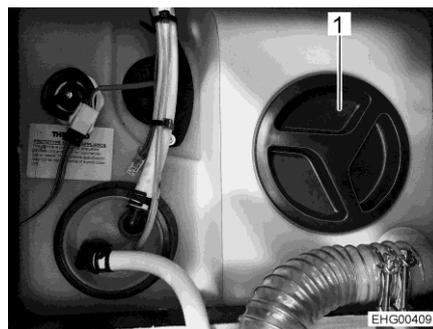

Fig. 153 Réservoir d'eau, installation indus
- Enlever le couvercle de fermeture (Fig. 153,1) du réservoir d'eau.